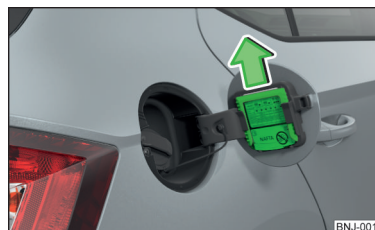

Abb. 154
- Den Eiskratzer in Pfeilrichtung herausschieben » Abb. 154.